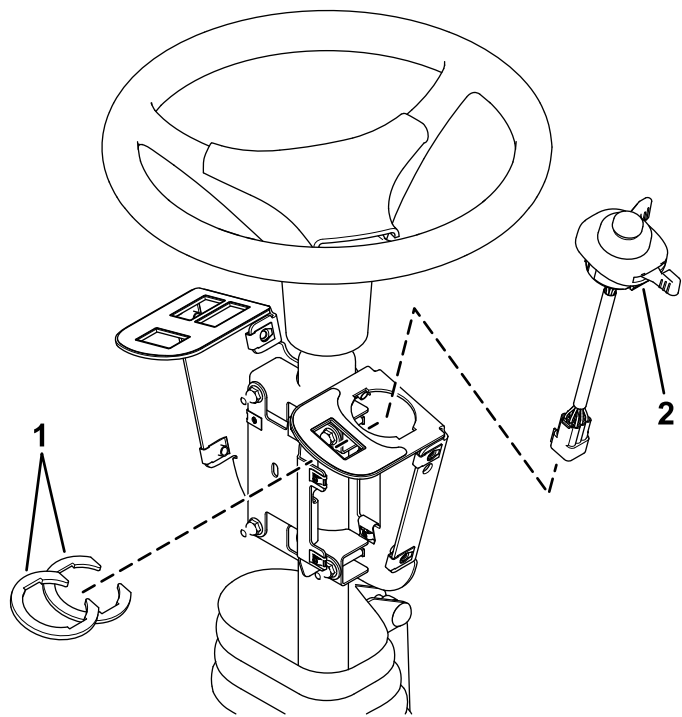

**Figura 4**
1. Instale provisionalmente el soporte de los interruptores alrededor de la columna de dirección usando 4 pernos de cuello cuadrado (1/4" x 2"), 2 soportes de montaje, la placa de montaje de los fusibles y 4 contratuercas (1/4"), como se muestra en la Figura 4.